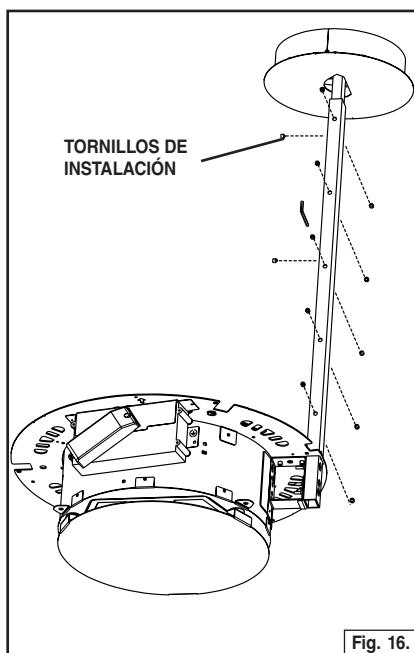

Fig. 16.
10. Instale el brazo de soporte inferior sobre el brazo superior a la altura de montaje deseada. Ajuste los tornillos de instalación asegurándose de que al menos cinco (5) de ellos estén en contacto con el brazo superior. Fig. 16. Repita el procedimiento para la segunda unidad.